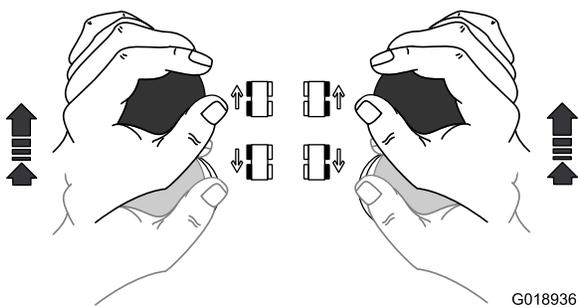

Figure 39
- Pour déplacer la machine en **marche avant**, saisissez les deux leviers de commande de déplacement et poussez-les en avant (Figure 39).